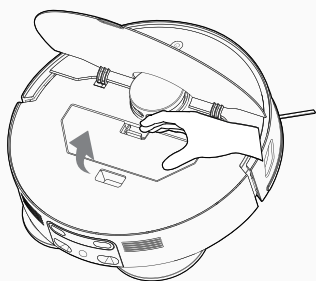

fig. 8
2. Abra la tapa superior del robot, mantenga pulsado el botón de liberación del depósito de polvo para extraerlo. [fig. 8]